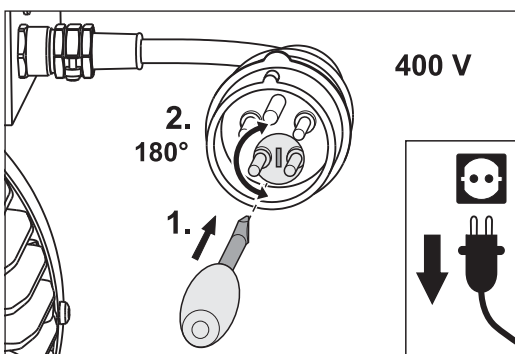

Abb. 18 Änderung der Drehrichtung des Motors durch verdrehen des Phasenwenders.
- 2 Stecken Sie einen Schraubendreher in den Schlitz des Phasenwenders im Stecker des Motorkabels (Abb. 18, 1.).
Durch Druck mit dem Schraubendreher wird der Phasenwender entriegelt und muss dann gleichzeitig um 180° gedreht werden (Abb. 18, 2.).
Der Phasenwender muss durch Überwindung eines geringen Widerstandes um 180° gedreht werden (Abb. 18, 2.).